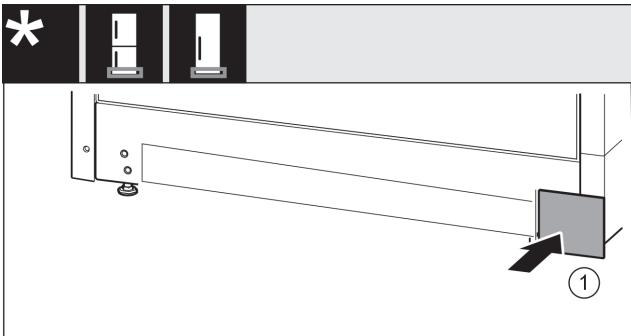

Fig. 37
- ▶ Kryt opět nasad'te na druhé straně. Fig. 37 (1)